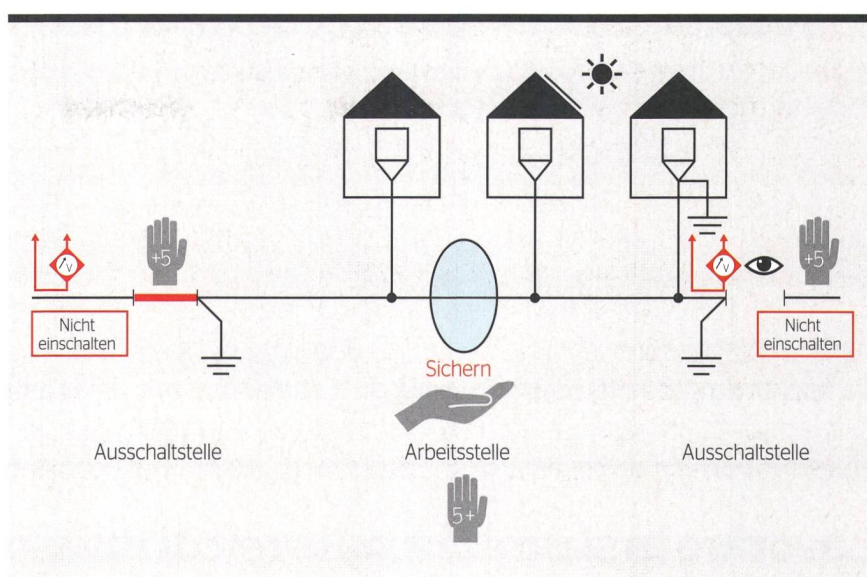

Bild 2 Arbeiten an einer Ringleitung mit Muffen.
- Handelt es sich um eine Ringleitung und sind am Kabel zusätzliche Verbraucher angeschlossen, ist das Leitungsstück beidseitig nach allen 5 Sicherheitsregeln freizuschalten und zu sichern (Bild 2). Zusätzlich muss das Arbeiten an der Arbeitsstelle nach den 5 lebenswichtigen Regeln vorbereitet werden.